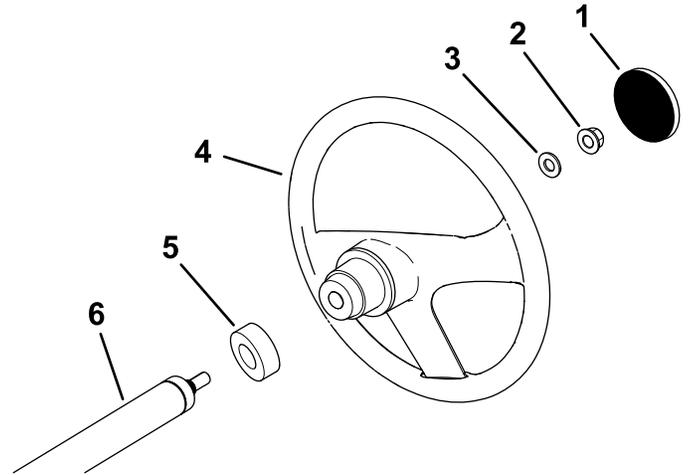

Figure 1
1. Si le couvre-moyeu est monté, déposez-le du volant (Figure 1).
2. Retirez le contre-écrou (1/2 po) de l'arbre de direction (Figure 1).
3. Glissez le volant, le couvre-moyeu et la rondelle (1/2 po) sur l'arbre de direction (Figure 1).
5. Reposez le couvre-moyeu sur le volant (Figure 1).